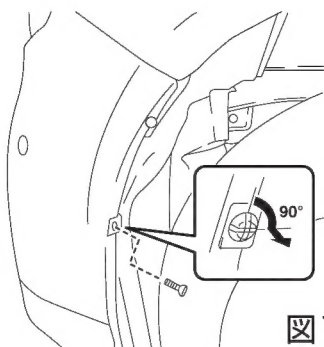

図1
1. マイナスドライバーを使用し、ピンホールドクリップを90°回し、ピンホールドクリップを取外して下さい。(図1)